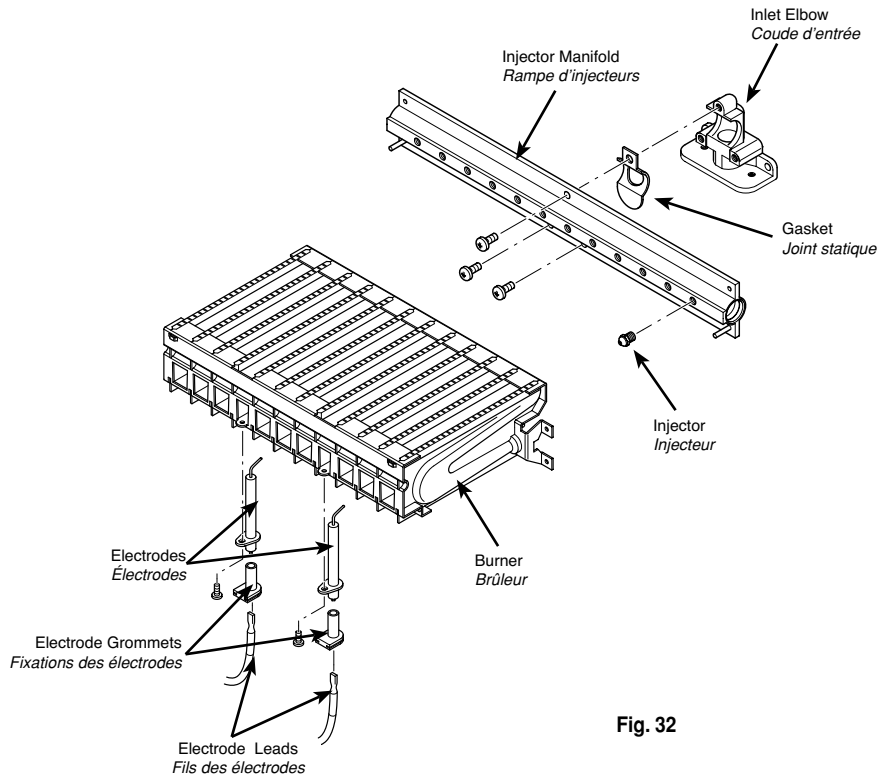

Fig. 32
8.4 Injectors (Fig. 32)
8.5 Electrodes (Fig. 32)
8.4 Injecteurs (Fig.32)
8.5 Électrodes (Fig.32)